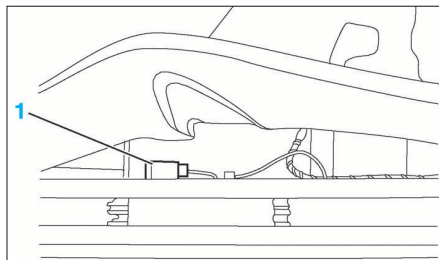

FIG. 16
- Découvrir la moquette afin d'avoir accès au capteur d'accélération (1) (Fig.16).